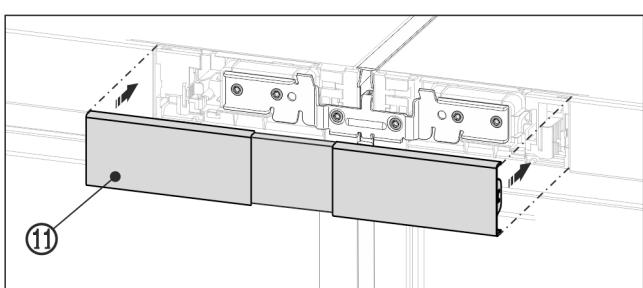

Fig. 25 Beispielhafte Darstellung
- ▶ Obere Abdeckung Fig. 25 (11) auf den noch offenen Zwischenraum der beiden Bedienteilblenden aufrasten. Darauf achten, dass die Aussenseiten der Abdeckung bündig mit den Bedienteilblenden abschließen.